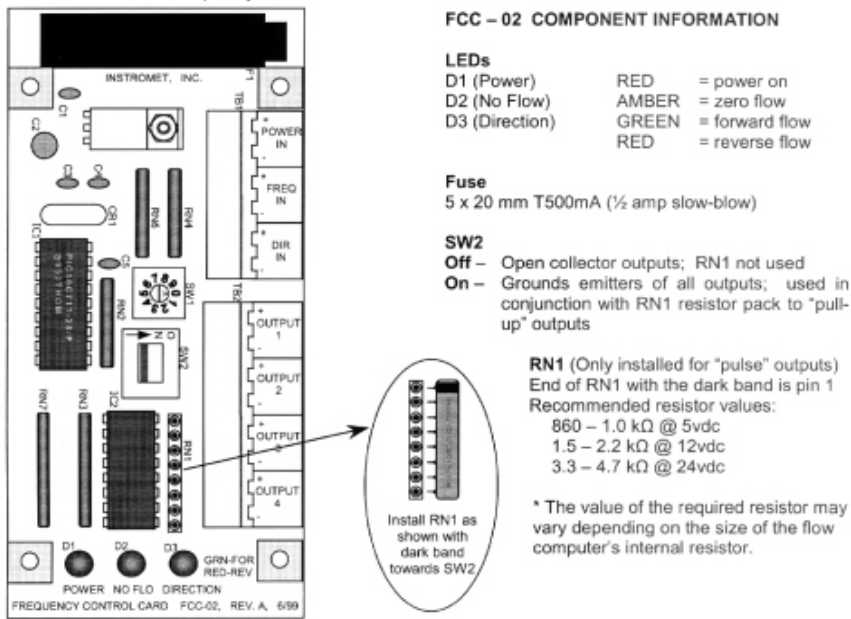

Figure 5: Frequency Control Card, FCC-02, Rev. A / Carte de stabilisation de fréquence FCC-02, rév. A
- FCC-02, Rev. A (see Figure 5)
- FCC-02, rév. A (voir figure 5)